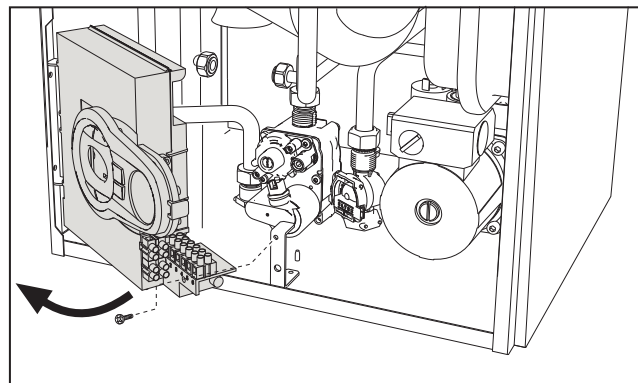

рис. 21
2. Ослабить винт и повернуть панель управления (см. рис. 21).